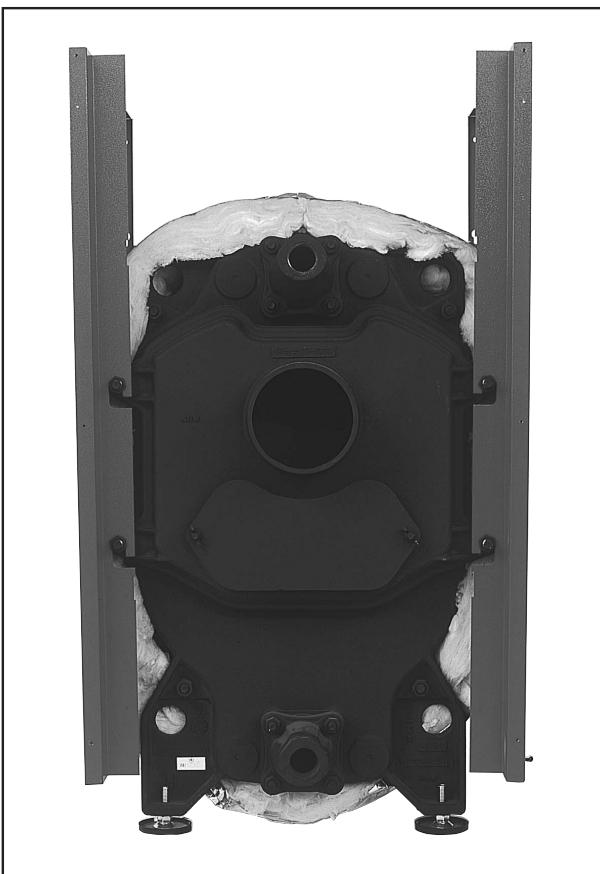

Abb. 7 · picture 7 · Fig. 7
Verkleidung (Abb. 7) Panelling (picture 7) Jacquette (figure 7)
1. Seitenverkleidungen rechts und links einhängen (Abb. 7)
1. Accrocher les revêtements latéraux à droite et à gauche (fig. 7).